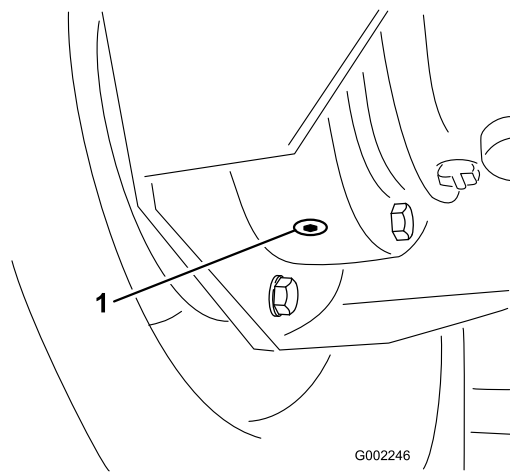

图62
4. 在内侧排油塞下放置一个盘子、然后拆下排油塞**图62**。